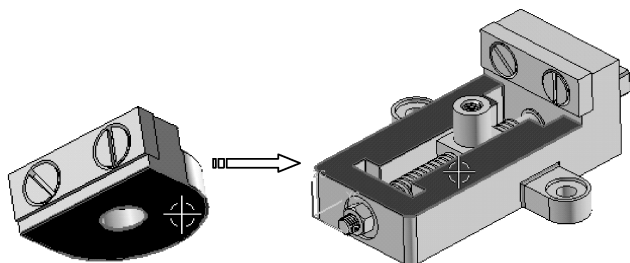

图 7-104 选择接触约束对象
- 03 以【接触对齐】约束类型选择活动钳口的底面和钳座的滑动面作为接触约束对象，如图 7-104 所示。